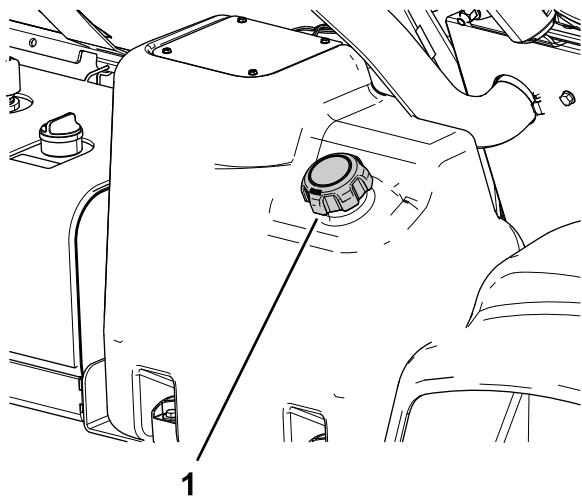

Рисунок 24
2. Очистите поверхность вокруг крышки топливного бака (Рисунок 24).